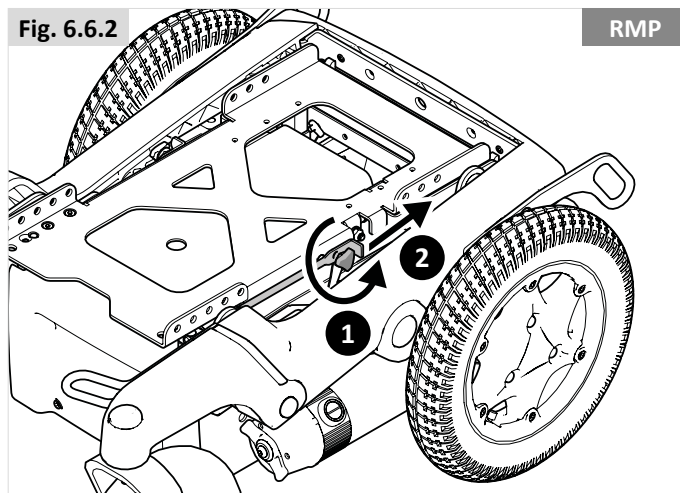

Fig. 6.7
- Vérifiez d'avoir bien placé la béquille du siège pour éviter qu'il ne se referme accidentellement (Fig. 6.7 avant - Fig. 6.8 arrière).